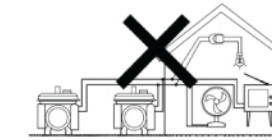

Abb. 4
- Betreiben Sie den Generator nie im Parallelbetrieb mit einem anderen Generator (Abb. 4).